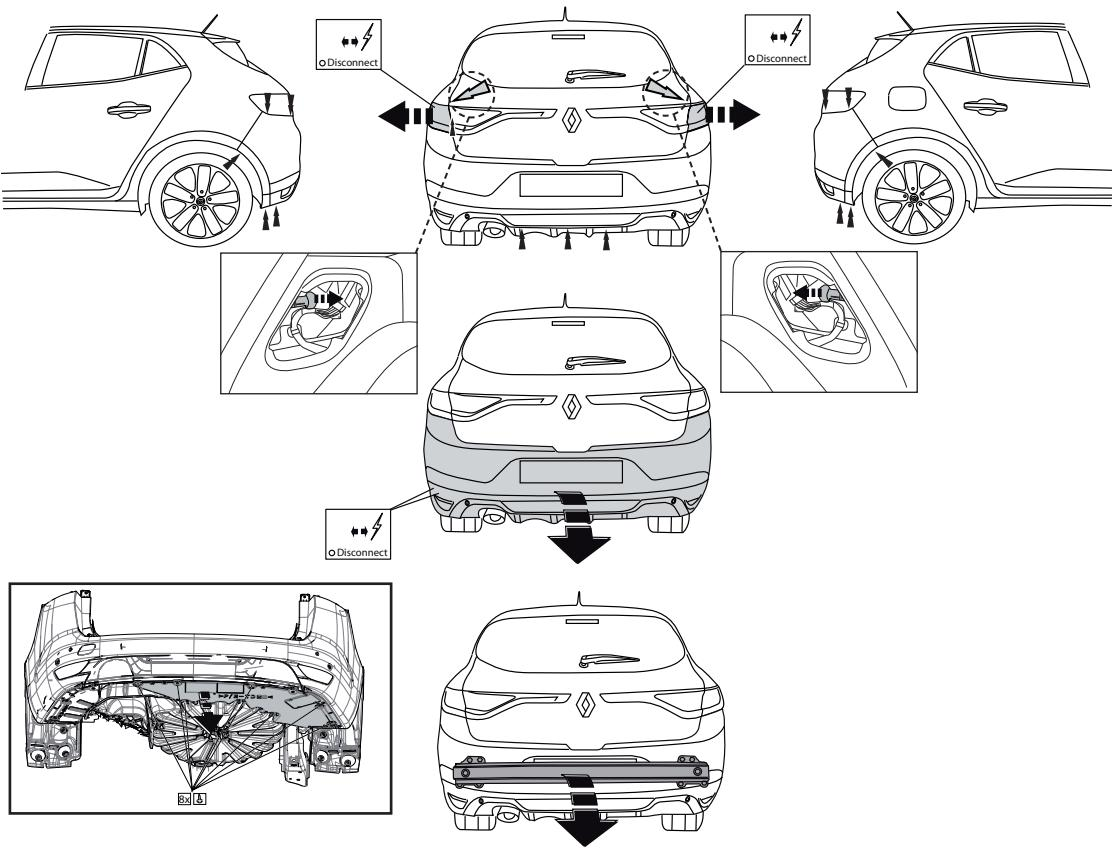

Fig. 1
- Снять оба блока задних фар. Снять пластмассовые защитные колпаки. Снять бампер вместе со стальным буферным бруском автомобиля. См. рисунок 1.